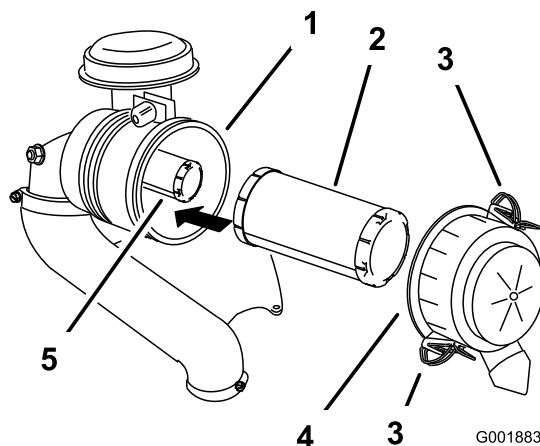

Figura 30
3. Rilasciate i dispositivi di fermo del filtro dell'aria e togliete il coperchio dal corpo del filtro (Figura 30).
5. Estraete con cautela il filtro primario dal corpo del filtro dell'aria (Figura 30).
2. Se sostituite il filtro di sicurezza, fatelo scorrere delicatamente nel corpo del filtro (Figura 30).
3. Montate con cautela il filtro primario sul filtro di sicurezza (Figura 30).
4. Montate il coperchio del filtro dell'aria con il lato contrassegnato **up** (alto) rivolto in alto, quindi fissate i dispositivi di fermo (Figura 30).